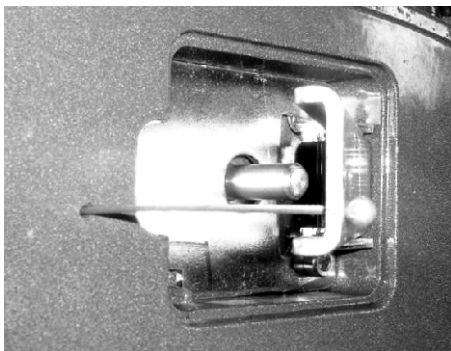

Fig.3/Abb3
- 5) Laat het stalen kabeltje door de ontgrendelingshendel en de boring afb. 3/Abb. 3 lopen. Het dikste uiteinde van het stalen kabeltje moet binnenin het motorblok blijven.